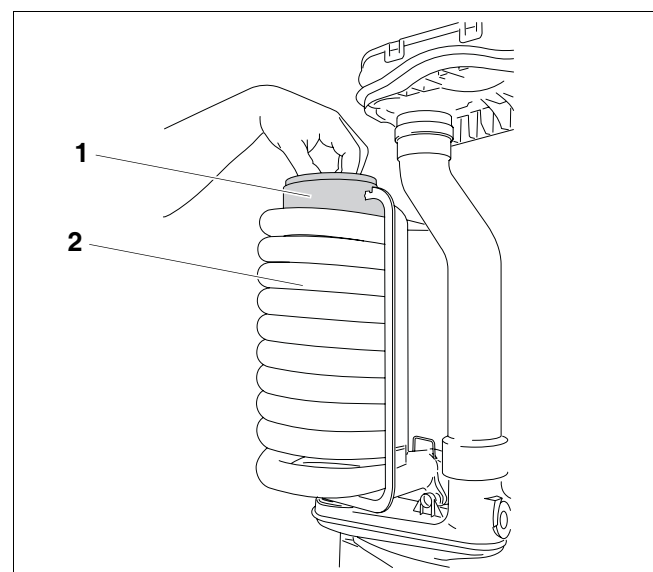

Abb. 48 Abgas-Umlenktopf abnehmen
- Abgas-Umlenktopf (Abb. 48, **Pos. 1**) aus dem Wärmetauscher abziehen.
- Wärmetauscher (Abb. 48, **Pos. 2**) auf Verschmutzung kontrollieren und gegebenenfalls mit einer Bürste oder Druckluft reinigen.